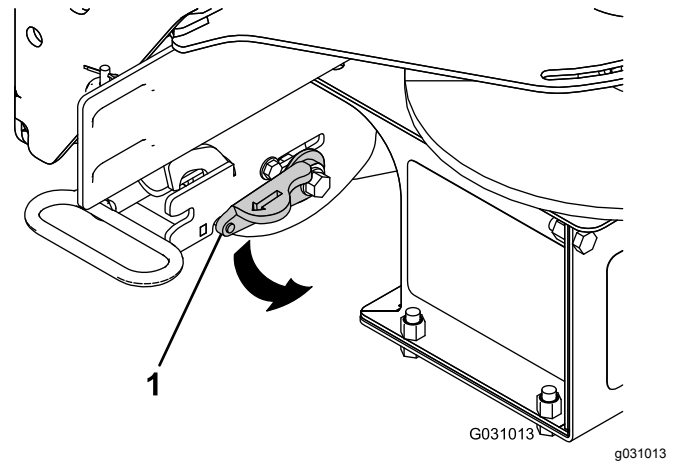

Figura 11
- Gire la palanca de bloqueo del acoplamiento RT3 a la posición de BLOQUEO (Figura 11).